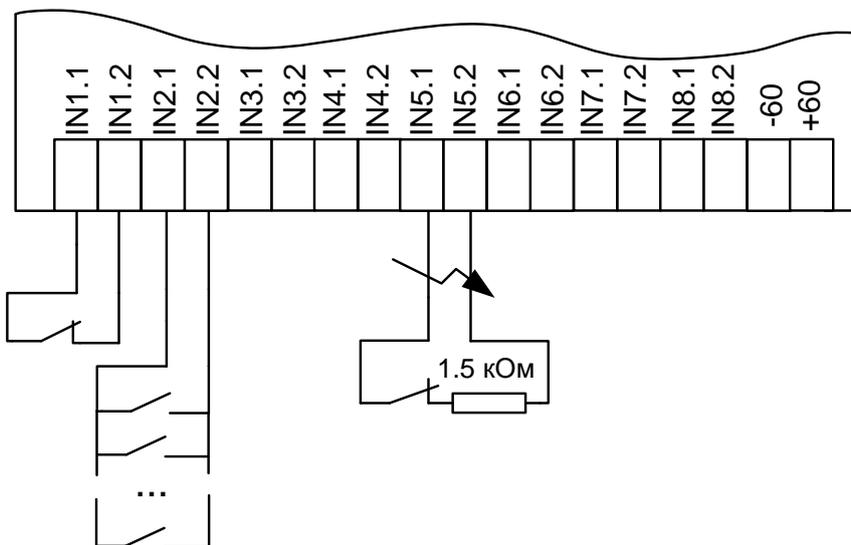
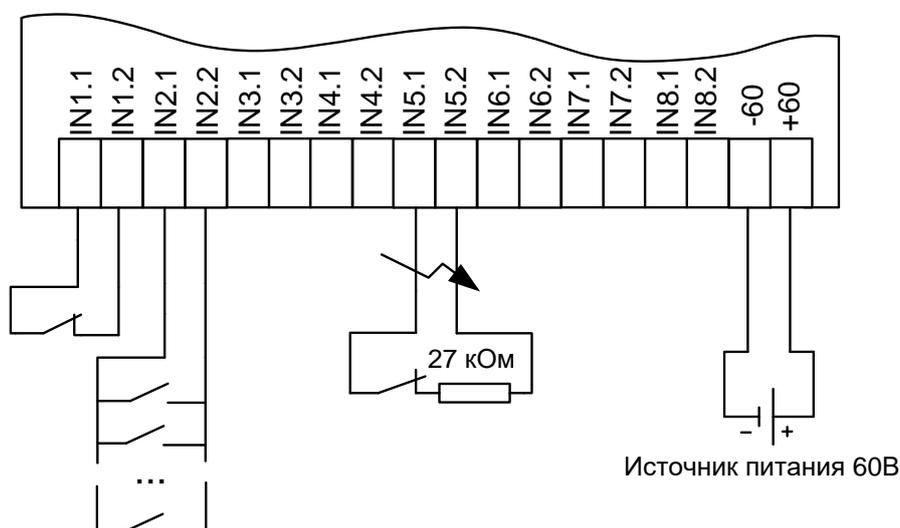

Рис.2.4. Подключение датчиков при переключке в положении «12В»
Рис.2.5. Подключение датчиков при переключке в положении «60В»
- Переключатель X2 используется для выбора источника питания для опроса датчиков. В случае, когда переключатель установлен в положение 12В, подключение датчиков следует проводить по схеме на рис. 2.4. В случае, когда переключатель находится в положении 60В, датчики подключаются по схеме на рис. 2.5.
- Однобитный контроль подразумевает два состояния датчиков: замкнуто и разомкнуто. При однобитном контроле датчики можно подключать в шлейфы (на рис.2.4 и рис.2.5 к IN2 подключены нормально разомкнутые датчики, соединенные в шлейф).